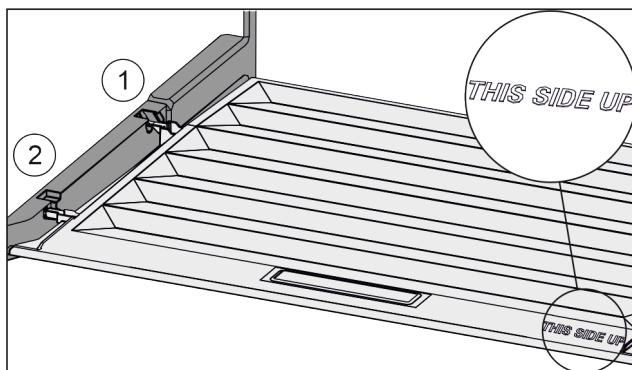

Fig. 102
- Výstupky veka zavedte cez otvor zadného držiaka Fig. 102 (1) a zaistite vpred v držiaku Fig. 102 (2).